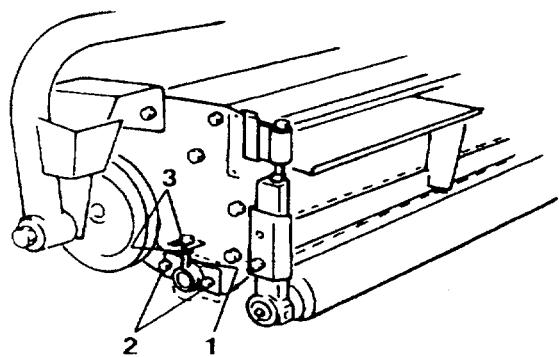

**Figure 40**
1. Vérifier qu'il n'y a plus de contact du cylindre en tournant la molette de réglage de la contre-lame dans le sens contraire des aiguilles d'une montre (Fig. 40). Basculer l'unité de coupe pour accéder au cylindre et à la contre-lame (Fig. 41).